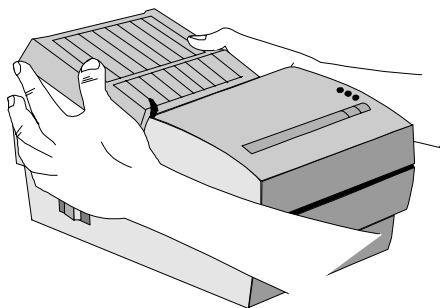
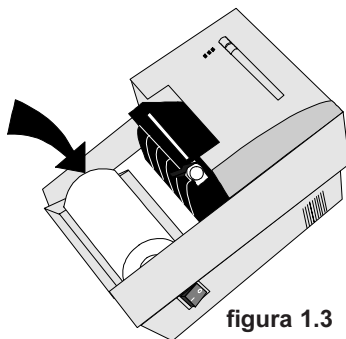

figura 1.2
figura 1.3
Para colocar a bobina de papel, abra a tampa traseira (2) conforme a figura 1.2 e solte-a sobre o “suporte da bobina”, conforme mostra a figura 1.3.